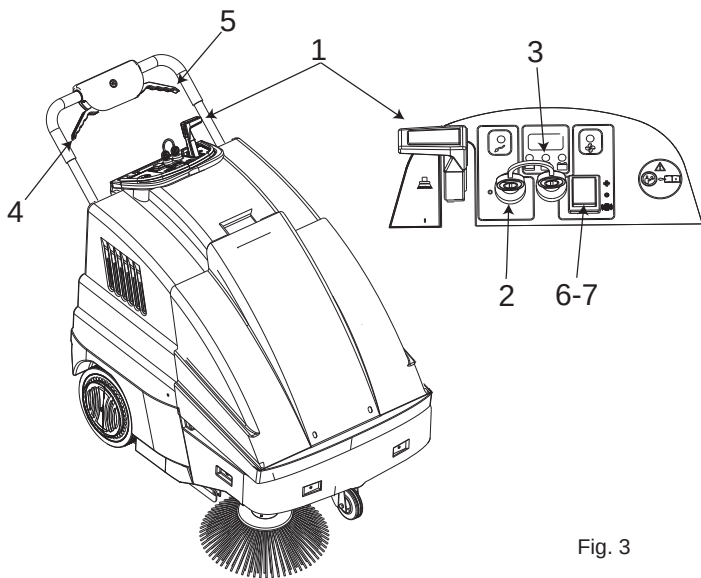

Fig. 3
- Coloque la palanca de elevación del cepillo (pos. 1 Fig. 3) en la posición «0».
- Compruebe que el cepillo lateral pos. 1 Fig. 3 esté en la posición «0».
- Coloque el interruptor de llave pos. 2 Fig. 3 en la posición «I».
- Después de haber girado la llave, espere alrededor de 10 s antes de poner en marcha la máquina. Controle a través del indicador pos. 3 Fig. 3 que la batería esté completamente cargada antes de comenzar a trabajar, de lo contrario cargue la batería.
- Active el aspirador colocando el interruptor pos. 7 Fig. 3 en la posición «I».
Cuando utilice la máquina para su desplazamiento, apague el aspirador colocando el interruptor pos. 7 Fig. 3 en la posición «0».
- Tire de la palanca de tracción pos. 4 Fig. 3 y proceda con la limpieza. Si fuera necesario, accione la palanca pos. 1 Fig. 3 colocándola en la posición «I» para activar el cepillo lateral. Al final del trabajo, si hubiera utilizado el cepillo lateral, coloque la palanca correspondiente en la posición «0», apague la máquina y retire las llaves del cuadro de mandos.
La duración de la carga de la batería depende del mantenimiento ordinario y del nivel de descarga. No deje que la carga de la batería descienda por debajo del límite indicado por los indicadores luminosos de la pos. 3 Fig. 3.